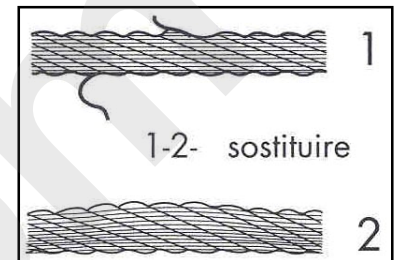

Figura 16 Cavo da sostituire.
- un'ispezione visiva del cavo volta a stabilire l'assenza di sfilacciamenti, schiacciamenti, rigonfiamenti, piegamenti ecc. (Figura 16).
- una verifica accurata della configurazione del cavo, che deve essere avvolto correttamente sul tamburo con un passo uguale al diametro del cavo (Figura 16). Se il cavo risultasse avvolto in maniera scorretta, eseguire un ciclo di lavoro a vuoto per srotolare completamente il cavo e ripristinarne il corretto avvolgimento.